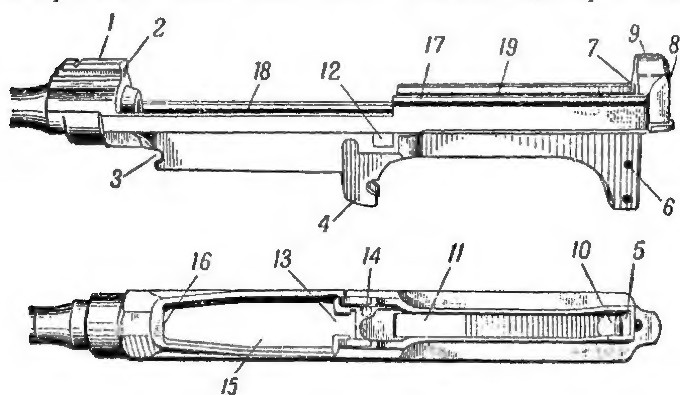

Рис. 15. Ствольная коробка:
16. Ствольная коробка (рис. 15) служит для соединения следующих частей винтовки: ствола, затвора, ударно-спускового механизма, магазина, отражателя с остановом, втулки, запора втулки, разобщителя и защелки спусковой скобы. Ствольная коробка со стволом соединена при помощи нарезки. На переднем конце ствольная коробка